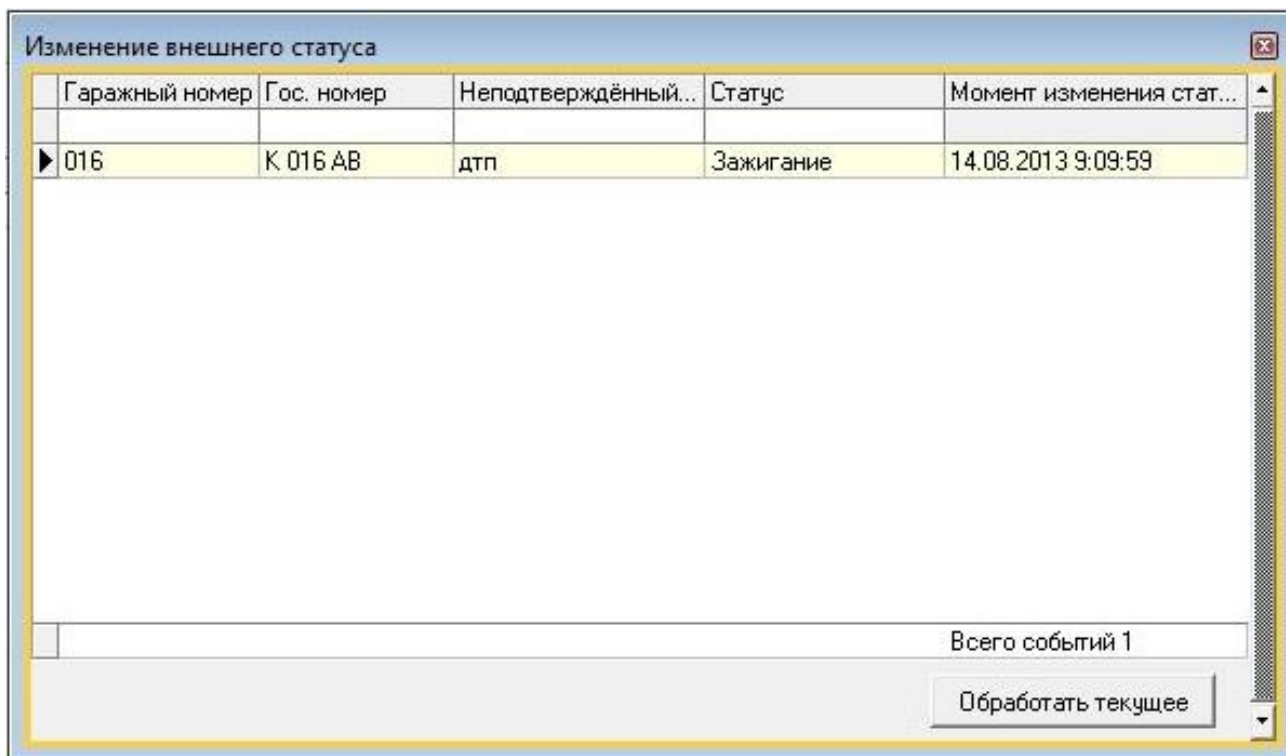

Рисунок 137 – Форма «Изменение внешнего статуса» при не подтверждении факта изменения «Внешнего статуса» водителем
- через некоторый настраиваемый фиксируемый интервал времени Программа предоставит форму «Изменение внешнего статуса» (см. Рисунок 137). В поле «Статус» отображается значение предшествующего «Внешнего статуса» ТС, а в поле «Неподтвержденный статус» значение для подтверждения водителем.